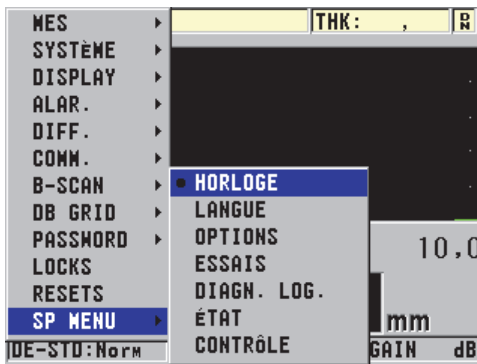

Figure 4-2 Écran SP MENU
2. Dans le sous-menu **SP MENU** (voir la Figure 4-2 à la page 57), sélectionnez **HORLOGE**.